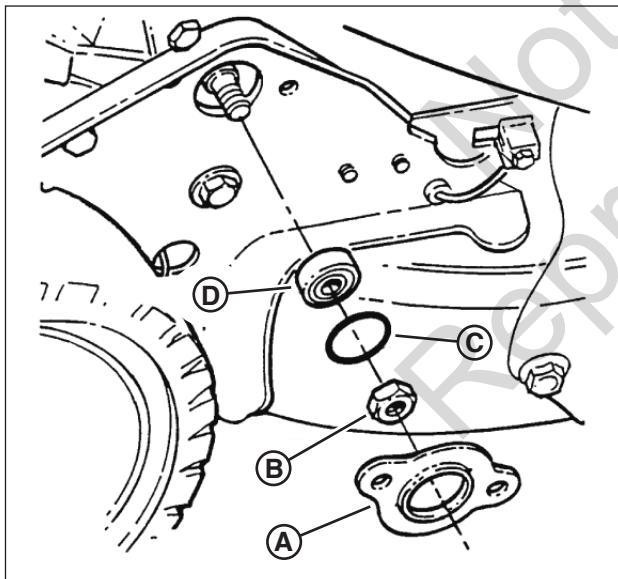

Figure 31: Remplacement du roulement sur l'arbre hexagonal
2. Enlevez l'écrou freiné 3/8 po (9,52 mm) (**B**, **Figure 31**) se trouvant sur le côté externe du support de roue droite.